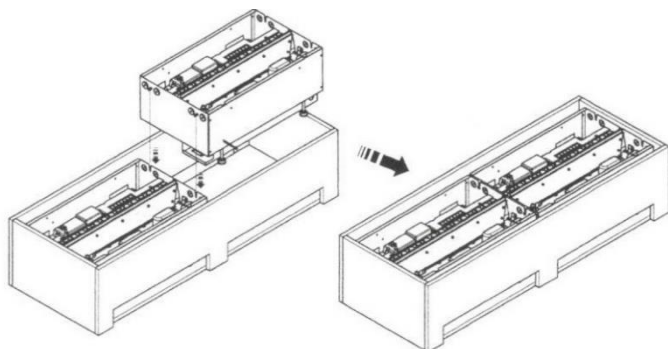

Fig. 20
2. Plaats het tweede product naast het eerste product en zorg ervoor dat de uitstekende schroeven van het tweede product in de gleuven van het eerste product passen. (Zie fig. 20.)